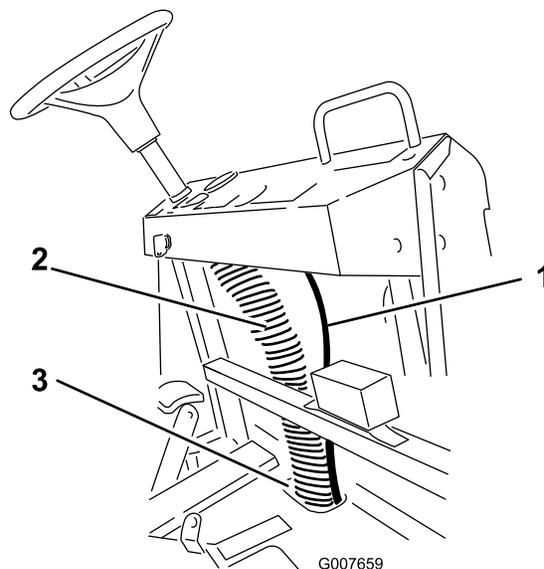

Figura 14
4. Disponete il flessibile orientandolo verso l'alto e facendolo passare dietro il lato destro del cruscotto (Figura 14).
5. Fissate il flessibile alla colonna del cablaggio preesistente (Figura 14).